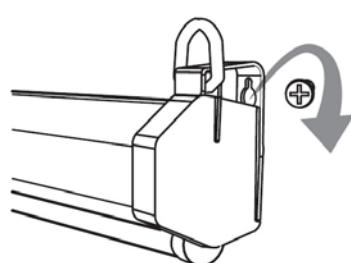

Рис. 1
- жесткое крепление на стене: отмерьте на стене расстояние, равное расстоянию между монтажными отверстиями экрана, сделайте отверстия в стене диаметром не более 8 мм. Используйте распорные дюбели и монтажные шурупы. Не вкручивайте шурупы полностью, оставив зазор для пластикового монтажного кольца экрана. Навесьте экран широкими частями монтажных отверстий, как показано на Рис.1, и опустите вниз так, чтобы шуруп вошел в узкую часть монтажного отверстия. Плотно затяните шурупы. Для монтажа экранов, отмеченных в таблице \*, см. Рис 3.